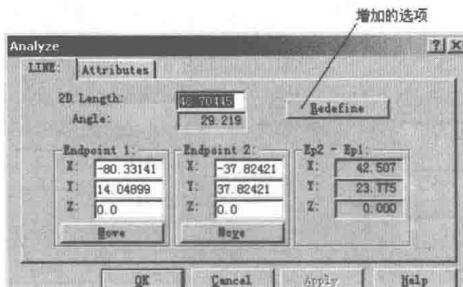

图 1-7
(5) 改进右键菜单，Mastercam 8 只有 11 项，而 Mastercam 9 有 13 个选项。
(6) 在 Analyze (分析) 菜单增加了 Small Surface (小曲面的分析)，改进了检查实体的内容，在“分析”对话框中，增加了“重定义”按钮，如图 1-7 所示。